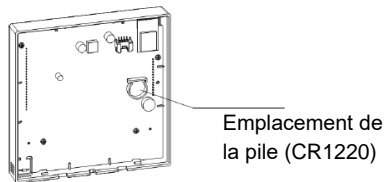

Fig. 3 - 5
- Placez la pile à l'emplacement prévu et assurez-vous que le côté positif de la pile correspond au côté positif de l'emplacement (voir Fig. 3 - 5).